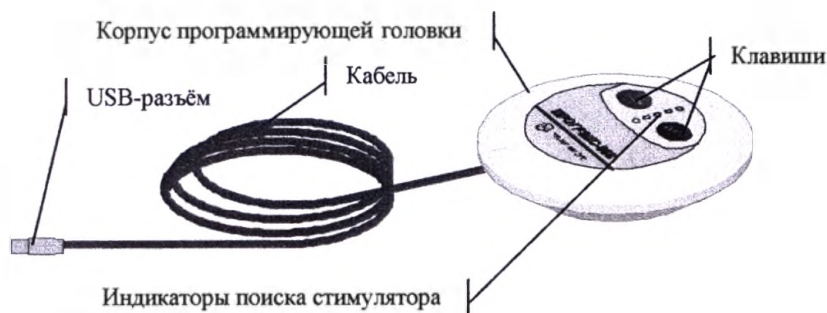

Рисунок 1.
1.3.4 Программатор (программирующая головка) представляет собой дискообразную конструкцию диаметром 110 мм и толщиной 32 мм, выполненную в пластмассовом корпусе. На передней стороне корпуса (рис. 1) находятся две клавиши: ЭКСТР и ПРОГР и светодиоды, а сбоку из корпуса выходит кабель с USB-разъёмом на конце этого кабеля.